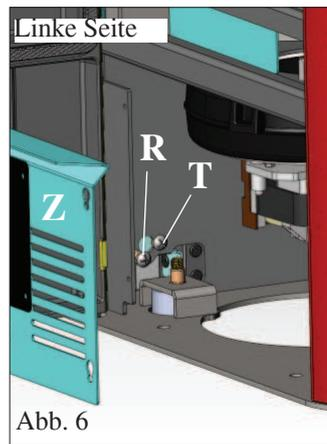

Abb. 6
Die vertikale Ausrichtung der Keramikblenden (C) überprüfen und etwaige Einstellungen mit den Schrauben an der Oberseite (V - Abb. 5) und im Ofen mit den Schrauben (R - Abb. 6/7) vornehmen.
**ANMERKUNG: Zuvor das verzinkte Blech (Z - Abb. 6/7) beidseitig abnehmen und die Verriegelungsschrauben (T - Abb.6/7) lockern.**